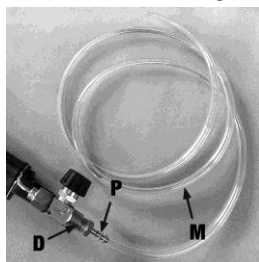

fig. 4
5. Raccordez le tuyau d'arrosage (M) avec raccord d'admission d'eau (P) à l'entrée d'eau (D) et laissez l'autre bout du tuyau d'arrosage à la source d'eau (fig. 4).